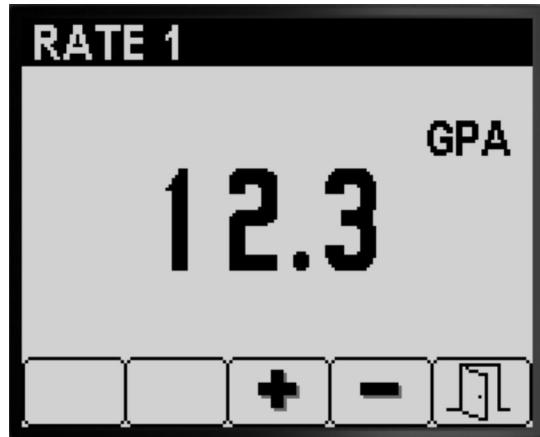

Bild 7
3. Drücken Sie die Taste 3 oder 4, um die Sprühdosierung zu erhöhen oder zu verringern (Bild 7).